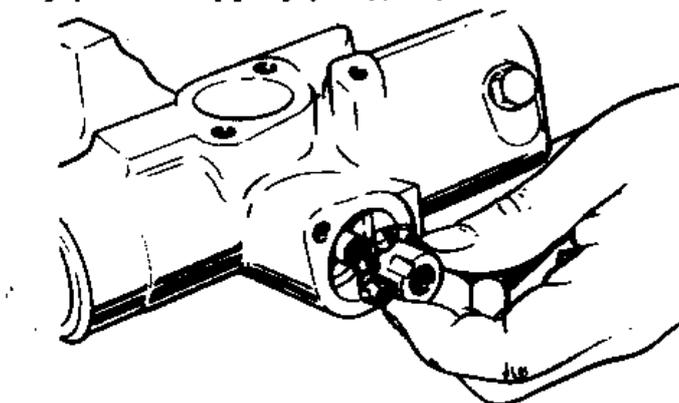
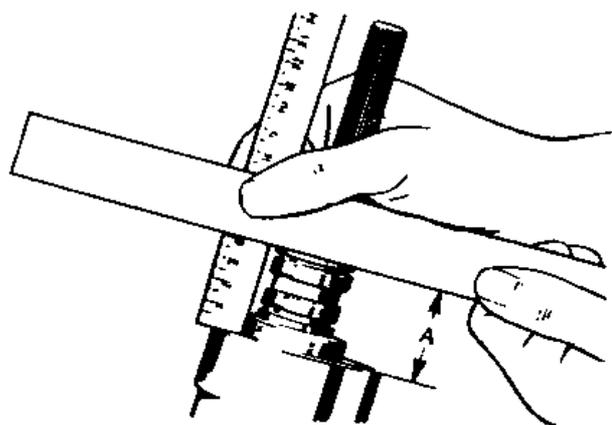

Рис.11.46. Нижний подшипник навинчивается на шестерню (Разд.35)
Рис.11.47. Предварительная регулировка подшипника шестерни (Разд.35)
29. Наверните на шестерню нижний подшипник (Рис.11.46) и произведите предварительную регулировку управляющего клапана, чтобы установить золотник в примерно нейтральном положении. Для этого вытяните шестерню из подшипника, чтобы выбрать его люфт, и ввинчиванием и вывинчиванием нижнего подшипника отрегулируйте расстояние А на Рис.11.47 так, чтобы оно составляло 41-42 мм. Установите новую стопорную шайбу и гайку, но на этом этапе еще не загибайте язычок стопорной шайбы.
ку, установите подобранные регулировочные шайбы, установите крышку и затяните крепящие ее болты с усилием 1.7-2.1 кгс/м. Во время этой регулировки может возникнуть необходимость заново отрегулировать расстояние А на Рис. 11.47.